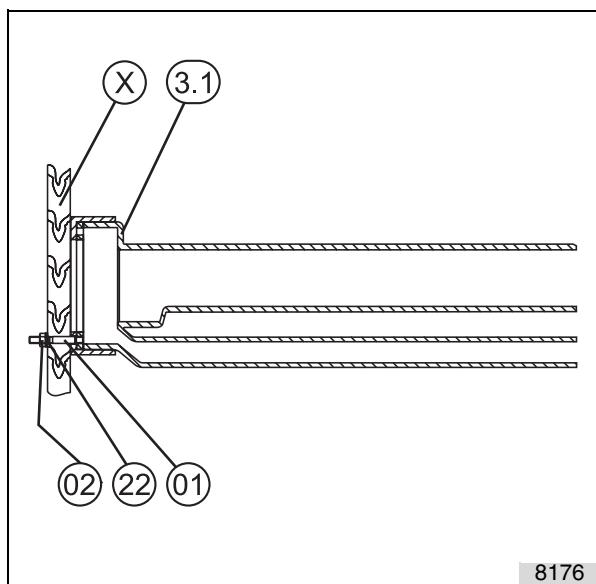
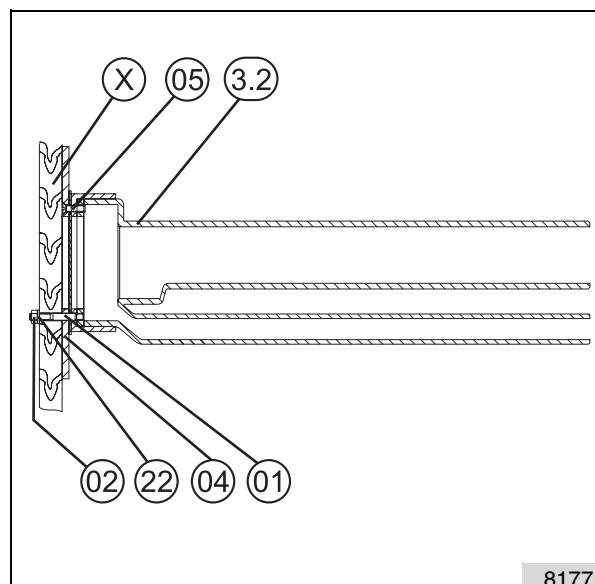

fig.1
fig.2
La pièce à sceller est disponible en versions pour bassin béton-carrelage et bassin béton-liner (03.1) (fig.1), et pour bassin béton avec étanchéité souple (3.2) (fig.2).
3.1 Pièce à sceller pour bassin béton-carrelage et bassin béton-liner (fig.1)
3.2 Pièce à sceller pour bassin béton avec étanchéité souple (fig.2)
voir fig. 1
voir fig. 2